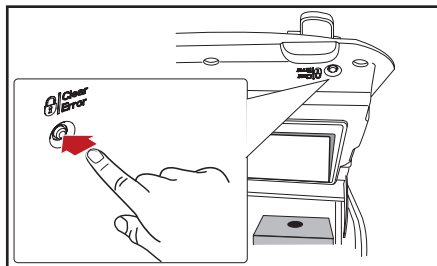

Fig. 5.2 - Låse maskinen
1. Åbn maskinens dør og tryk på knappen LOCK/Clear-Error (fig 5.2) for at låse maskin grænsefladen for at undgå levering af drikke eller varmt vand under rengøring af udvendige dele.